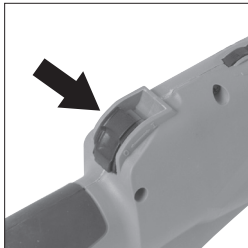

Fig. 9
- L'interrupteur à glissière « MARCHE/ARRÊT » **(Fig. 9)** est verrouillable. Glissez-le vers l'avant pour démarrer le moteur. Poussez la partie centrale de l'interrupteur en avant vers le bas pour le verrouiller en position « MARCHE ».